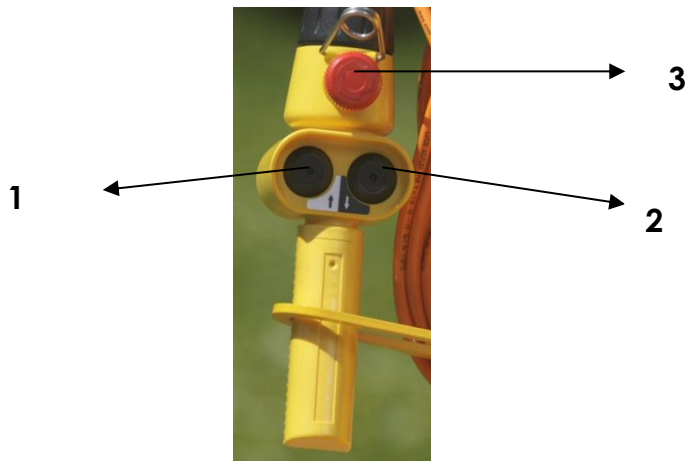
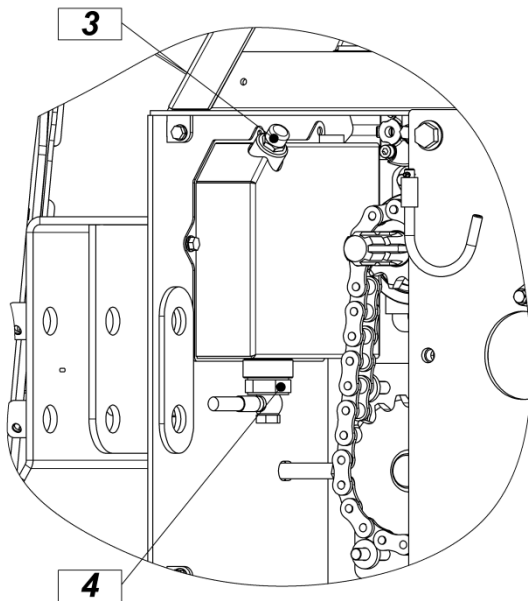
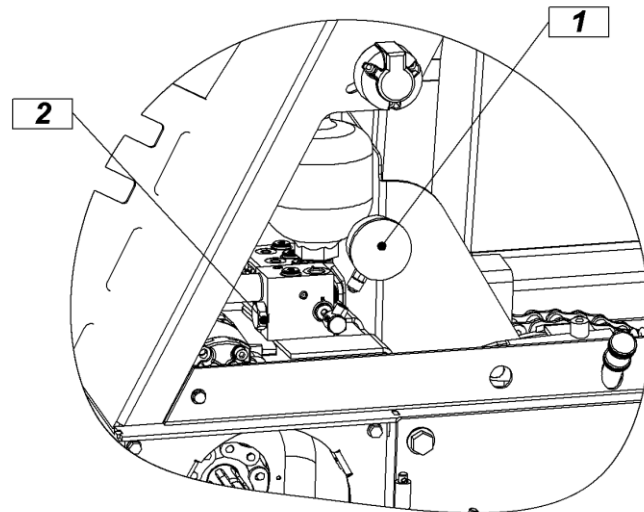

Bild 8
Bild 13
Bild 14
Auf der Bedienungskonsole (Bild 8) drücken Sie die linke Taste (Pos. 1), die Bremse aktiviert sich und der Hydraulikzylinder bewegt sich in die Stellung 1. Beim Loslassen der Taste in weniger als 3 Sekunden, schließt sich der Bremszylinder und die Winde ist geschlossen, so dass die Abwicklung nicht mehr möglich ist. Wenn man die Taste mehr als 3 Sekunden drückt, wechselt die Funktion aus der „impulsiven“ in die „dauerhafte Entspannung“. Trotzdem, dass man die Taste nicht mehr gedrückt hält, bleiben der Zylinder in der offenen Stellung und die Winde in der Stellung der Abwicklung.
Vor dem Ziehen wird die Winde auf den Boden gelassen und geeignet gefestigt. Der Schlepper wird mittels der Handbremse abgebremst. Wenn die Gelenkwelle eingeschaltet ist und im Hydrauliksystem der benötigte Druck besteht, kann man mit dem Ziehen beginnen. Auf der Bedienungskonsole drücken Sie die rechte Taste (Pos. 2, Bild 8). Das Drahtseil beginnt sich auf die Trommel aufzuwickeln. Wenn man die Taste loslässt, bleibt das Draht stehen.
**Im Falle einer höheren Gewalt oder Unfallgefahr, sofort die rote Taste drücken (Pos. 3, Bild 8) und die Winde stoppt.**
Für das Hydrauliksystem wird das Öl für Hydrauliksysteme ISO 32 verwendet. Der erste Ölwechsel ist nach 100 Betriebsstunden erforderlich, jeder folgender nach 1000 Betriebsstunden bzw. einmal jährlich. Während des Betriebs ist die Öltemperatur zu kontrollieren. Falls diese Temperatur 70 °C überschreitet, muss die Gelenkwelle abgeschaltet und die Ursache der Überhitzung festgestellt werden. Wenn kein Thermometer zur Verfügung steht, kann man die ungefähre Öltemperatur mit der Berührung der Hydraulikleitung feststellen, was nur beim abgeschalteten Motor erlaubt ist. Im Gegenfall kommt es zur Beschädigung des Hydrauliksystems. Das Ölstand mit dem Messstab auf dem Tankdeckel (Bild 13) kontrollieren. Das ist auch die Stelle für das Öleingießen.
Bei irgendwelchem Eingriff in das Hydrauliksystem muss zuerst der Druck im System gelöst werden. Die linke Taste an der Bedienkonsole (Pos. 1, Bild 8) einige Male drücken, bis der Druck auf 0 bar sinkt (Pos. 1, Bild 14). Vorher müssen das dreieckige Schutzgitter an der Seilwindensäule und das Kardanschutublech entfernt werden. Das Öl aus dem Behälter (Bild 13) am Schlauch zwischen der Pumpe und dem Behälter auslassen. Am Behälterboden befindet sich ein Filter, welches bei jedem Ölwechsel ausgetauscht werden muss. Es muss auch das Hochdruckfilter (Pos. 2, Bild 14) gereinigt werden.